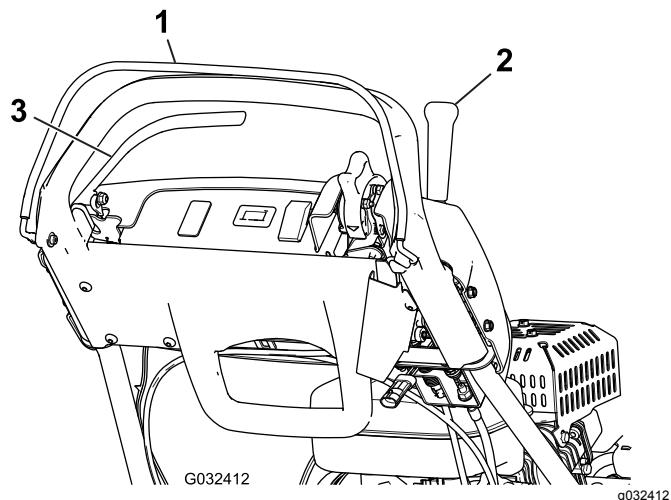

Figura 31
3. Con el CPO quitado, intente engranar la palanca de tracción (Figura 31). La palanca de tracción no debe engranarse. Si la palanca de tracción se engrana, es necesario ajustar el sistema de interruptores de seguridad. Corrija el problema antes de usar la máquina; consulte Mantenimiento del interruptor de seguridad de la tracción (página 33).
4. Con el CPO apretado y la palanca de tracción engranada, suelte el CPO (Figura 31). La palanca de tracción debe desengranarse. Si la palanca de tracción no se desengrana, es necesario ajustar el sistema de interruptores de seguridad. Corrija el problema antes de usar la máquina; consulte Mantenimiento del interruptor de seguridad de la tracción (página 33).
5. Con el CPO apretado y la palanca de cambios hacia la izquierda, engrane la tracción y el molinete, y suelte el CPO (Figura 31). La palanca de tracción debe desengranarse. Si la palanca de tracción no se desengrana, es necesario ajustar el sistema de interruptores de seguridad. Corrija el problema antes de usar la máquina.; consulte Mantenimiento del interruptor de seguridad de la tracción (página 33) o Ajuste del control del molinete (página 37).
6. Con el CPO presionado y la palanca de cambios hacia la izquierda para engranar la tracción y el molinete, mueva la palanca de cambios a la derecha para desengranar la transmisión del molinete (Figura 31). La transmisión del molinete debe desengranarse. Si la transmisión del molinete no se desengrana, es necesario ajustar el sistema de interruptores de seguridad. Corrija el problema antes de usar la máquina.; consulte Ajuste del control del molinete (página 37).
2. Con el CPO apretado, la palanca de tracción engranada y los controles del motor en la posición de arranque (Figura 31). Intente arrancar el motor. El motor no debe arrancar. Si el motor arranca, es necesario ajustar el interruptor de seguridad. Corrija el problema antes de usar la máquina. Consulte Mantenimiento del interruptor de seguridad de la tracción (página 33).
2. Con la palanca de tracción desengranada, el freno de servicio puesto y los controles del motor en la posición de arranque (Figura 31), intente arrancar el motor. El motor debe arrancar. Si el motor no arranca, es necesario ajustar el interruptor de seguridad. Corrija el problema antes de usar la máquina; consulte Mantenimiento del interruptor de seguridad del freno (página 34).
3. Con el motor en marcha, ponga el freno de servicio (no el freno de estacionamiento), apriete el CPO y engrane la palanca de tracción (Figura 31). El motor debe trabajar para superar el efecto del freno, pero no debe pararse. Si el motor se para inmediatamente, es necesario ajustar el interruptor de seguridad. Corrija el problema antes de usar la máquina; consulte Mantenimiento del interruptor de seguridad del freno (página 34).
4. Con el motor en marcha, ponga el seguro del freno de estacionamiento, apriete el CPO y engrane la palanca de tracción (Figura 31). El motor debe pararse. Si el motor no se para, es necesario ajustar el interruptor de seguridad. Corrija el problema antes de usar la máquina; consulte Mantenimiento del interruptor de seguridad del freno (página 34).